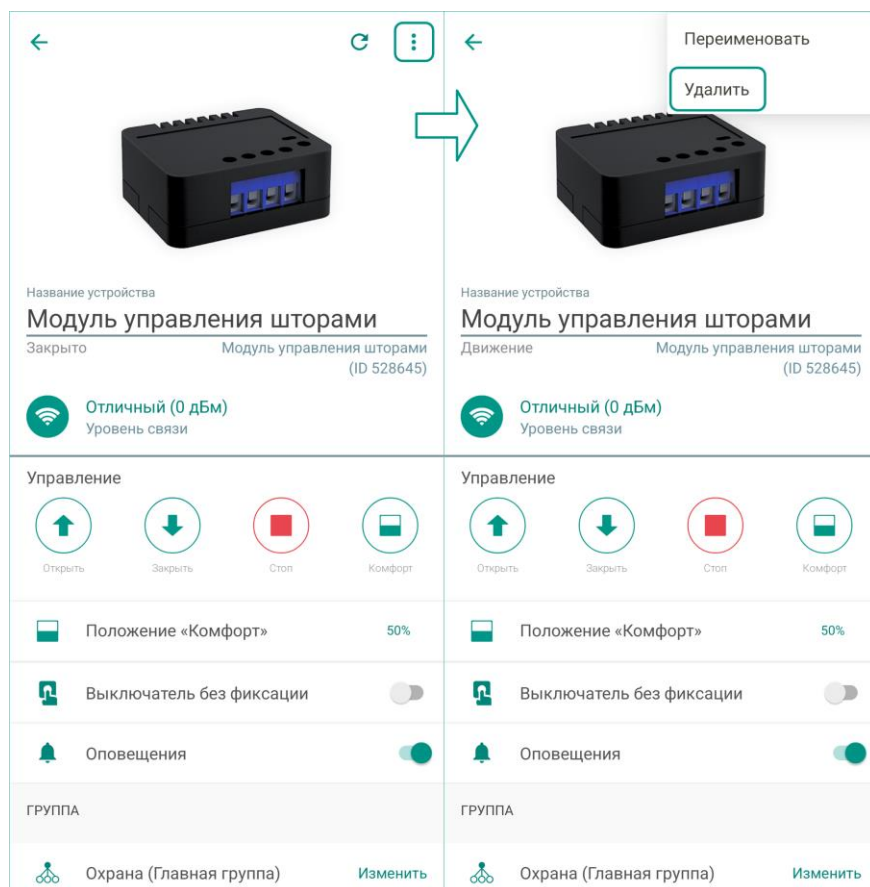

Рисунок 12.1 — Удаление радиоустройства в приложении
- 1. В приложении на экране настройки радиоустройства (см. рисунок 12.1).